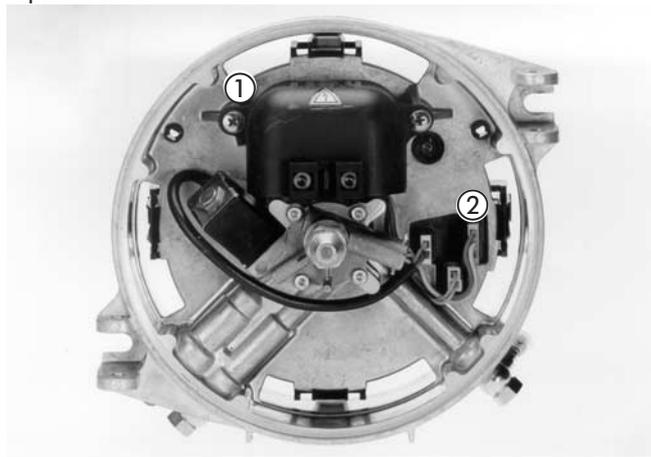

Рисунок 8
- Жгуты проводов проложить так, как это показано на рис. 8 и 9.